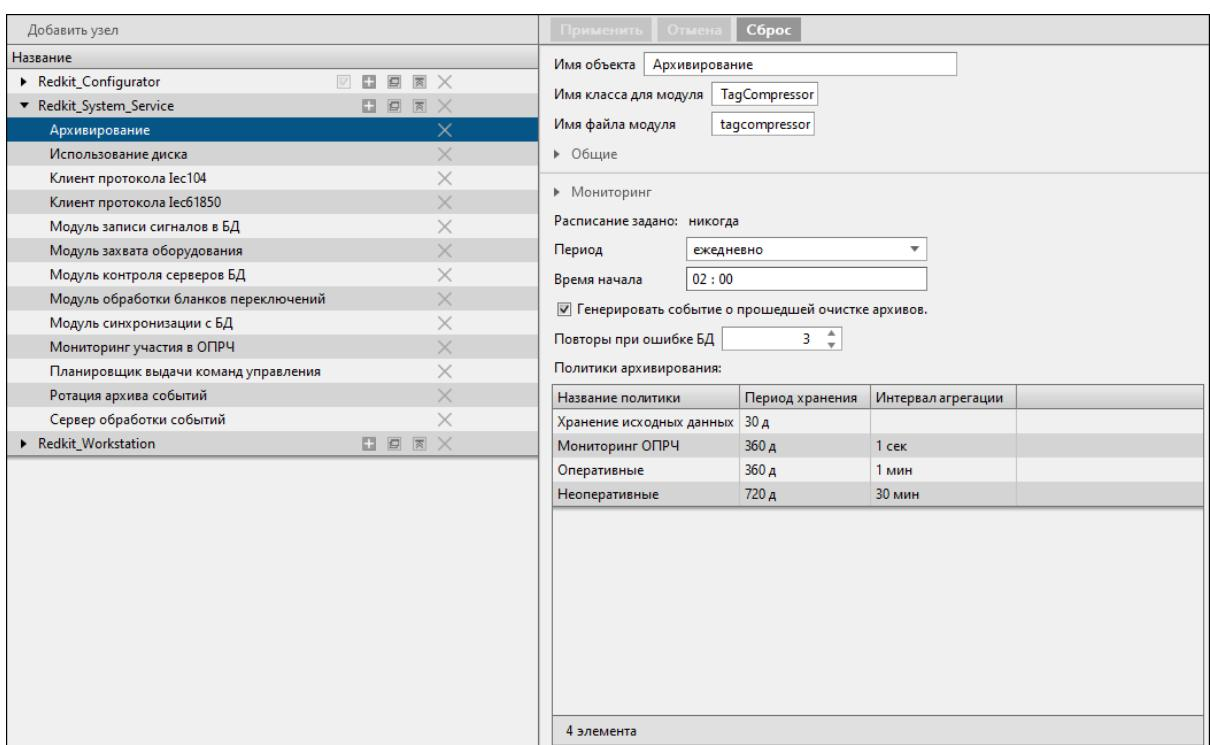

Рисунок 339 - Модуль «Архивирование»
4. Перейдите на вкладку Настройки узла и внутри в сервисных узлах (*Redkit\_System\_Service* или *Redkit\_Master* и *Redkit\_Slave*, в зависимости от типа конфигурации) нажмите на модуль **Архивирование** (Рисунок 339).